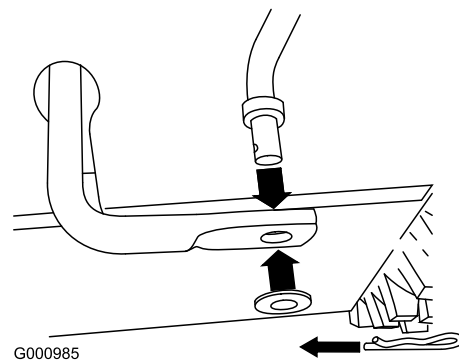

Bild 11
1. Entfernen Sie den Splint und die Scheibe vom unteren Ende des Geschwindigkeitseinstellgestänges und setzen Sie das untere Ende der Stange in den unteren Gestängearm ein. Das gebogene Ende des Geschwindigkeitseinstellgestänges sollte nach hinten zeigen (Bild 11).